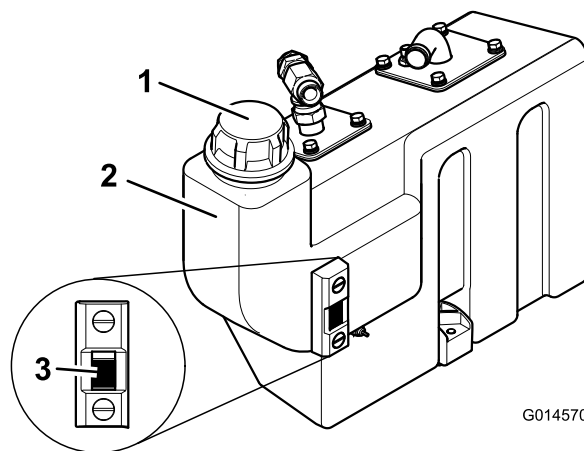

Bild 26
3. Wenn Hydrauliköl aufgefüllt werden muss, reinigen Sie den Bereich um den Füllstutzen und den Deckel des Hydraulikbehälters und nehmen den Deckel ab (Bild 26).